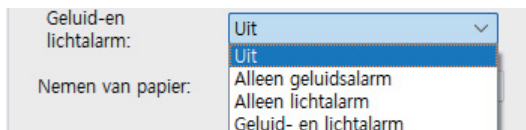

Bild 6
- Ljud + ljus – ger både hörbara och visuella varningar (se bild 6)